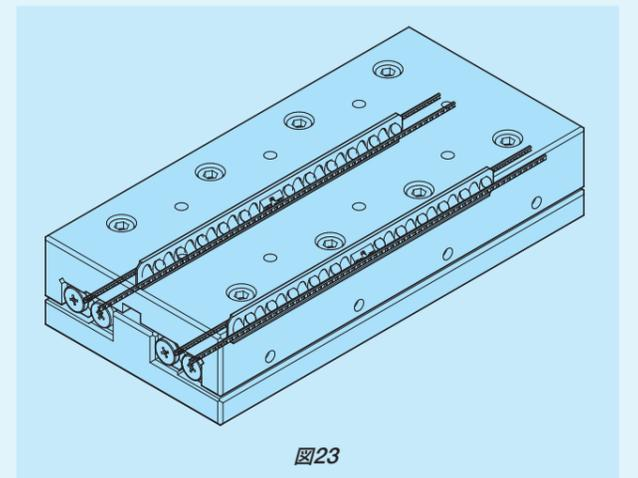

図23
- ・テーブルを静かにフルストロークさせて、使用ストローク範囲内で保持器両端側の円筒ころが軌道台の端部ねじに当たらないことを確認します。当たるとは、再度手順をやり直してください。（図23参照）